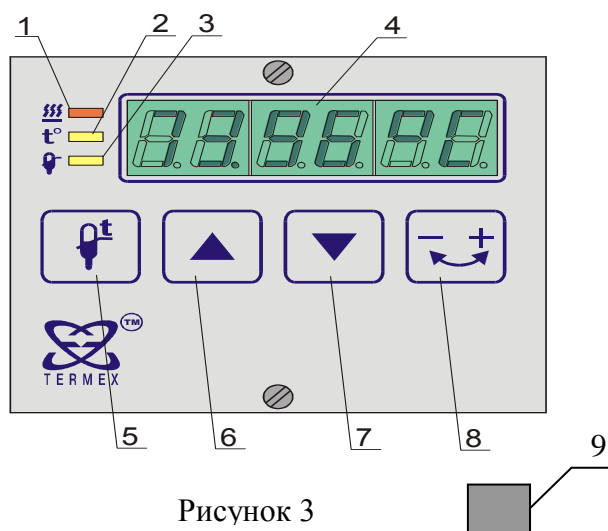

Рисунок 3
2.3.1 Включить термостат сетевым выключателем 9 (рисунок 3). Загорится подсветка сетевого выключателя, и включатся вентиляторы в блоке циркуляции воздуха.
На индикаторном табло 4 (рисунок 3) появится текущее значение температуры в виде, например, «17.01», и термостат начнет выход на установленное ранее значение температуры «уставку».
2.3.2.1 Включить режим «уставки» температуры, нажав кнопку 5 (рисунок 3), при этом загорится индикатор режима установки температуры 3, и на индикаторном табло 4 появится установленное ранее значение, например, «20.00 °С».